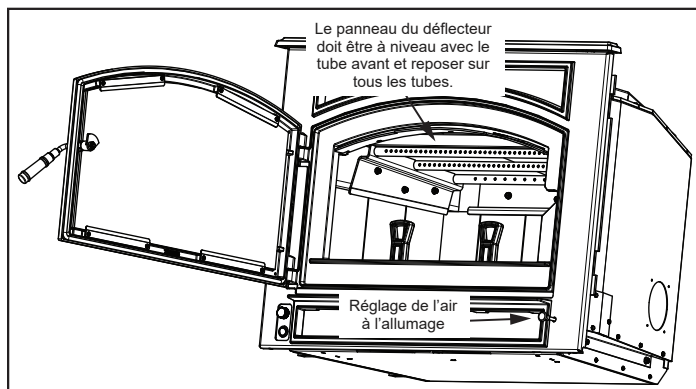
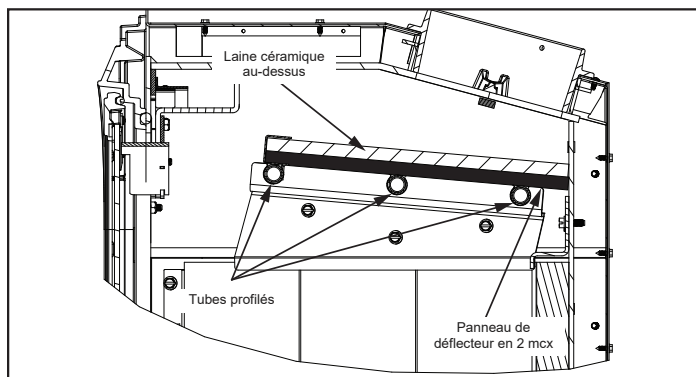

Figure 13.1
Figure 13.2
1. Vérifiez que le déflecteur et la couverture en céramique sont correctement positionnés. Ils devraient toucher l'arrière de la boîte à feu et être fixés dans le canal de protection du déflecteur (**figure 13.1 et figure 13.2**).